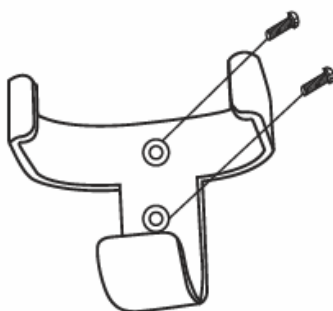

Fig. 9a
3. Cherchez un mur adéquat pour fixer le support mural de la télécommande avec les 2 vis. (Fig. 9a).